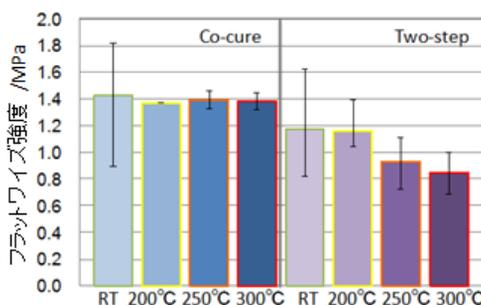

図2 フラットワイズ強度
- **測定結果** 両成形条件で作製したパネルで、高いフラットワイズ強度を示すことが確認されました(図2)。また、300℃でもフラットワイズ強度、曲げ剛性、及び曲げ強度を維持することが確認されました。これらの結果から、本サンドイッチパネルは耐熱部材としての適用可能性が示唆されました。